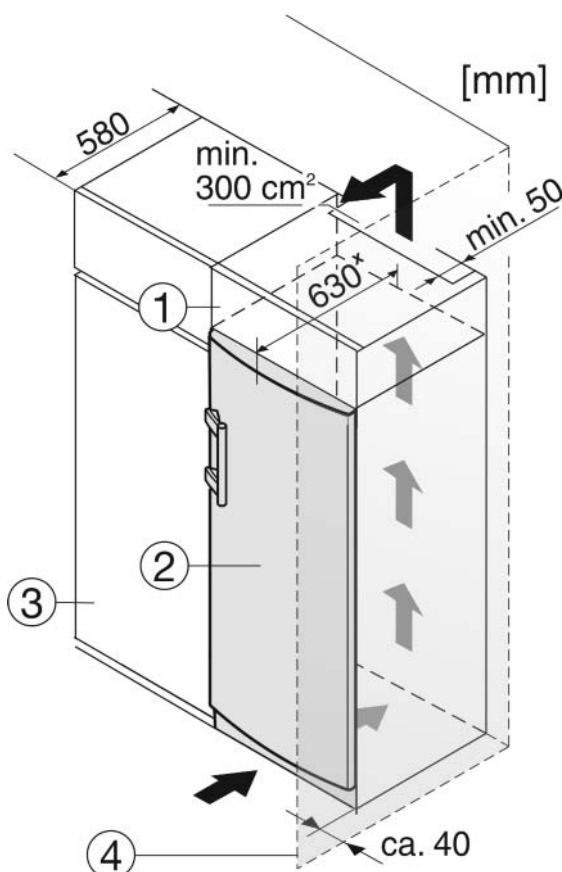

Fig. 8
- (1) Nástavná skříňka (3) Kuchyňská skříň
(2) Přístroj (4) Stěna
Zařízení lze zabudovat do vybavení kuchyně. K vyrovnání přístroje Fig. 8 (2) na výšku kuchyňské linky lze na přístroj nasadit odpovídající nástavec Fig. 8 (1).
Při montáži do kuchyňských skříní (hloubka max. 580 mm) lze přístroj instalovat hned vedle kuchyňské skříně Fig. 8 (3). Přístroj přesahuje přední stěnu kuchyňské skříně na stranách o 34 mm* a uprostřed o 50 mm*.
Když se přístroj instaluje závěsy vedle stěny Fig. 8 (4), musí být vzdálenost přístroje od stěny alespoň 40 mm. To odpovídá přesahu madla při otevřených dveřích.